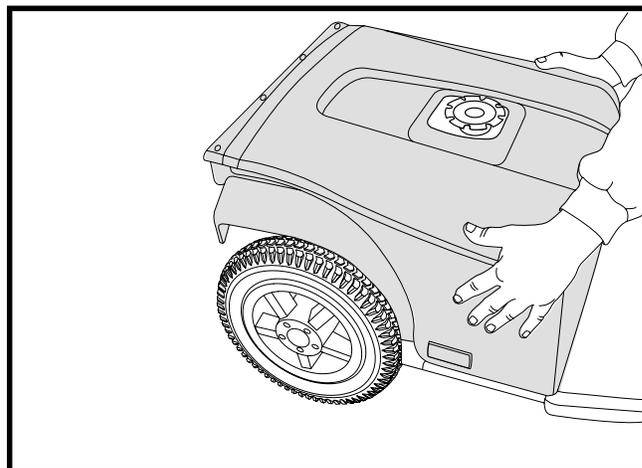

Figure 17. Enlèvement du capot
4. Tirez le capot vers le guidon et soulevez-le pour le retirer. Voir la figure 17.